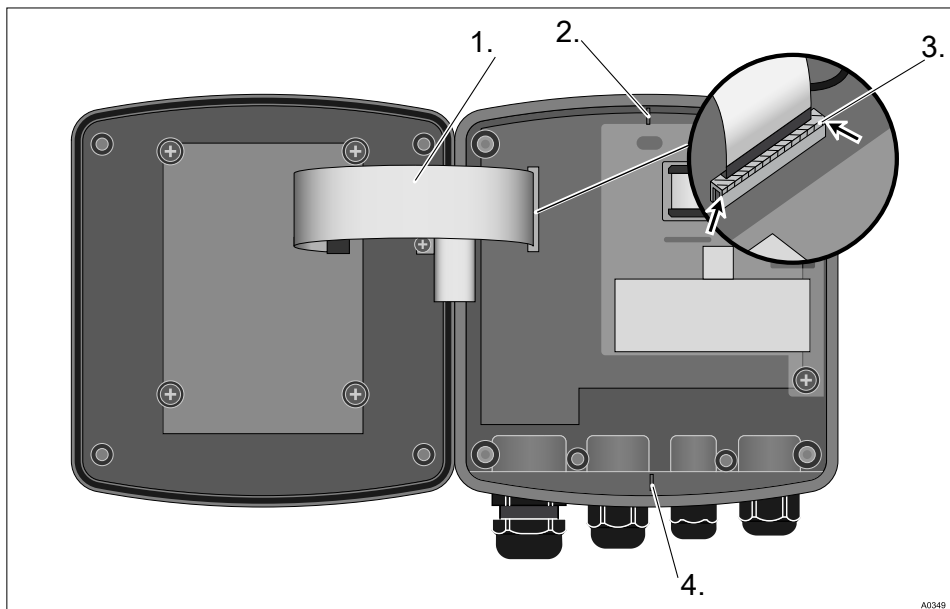

Fig. 7: Scollegamento del cavo piatto multipolare
L'attacco del cavo piatto multipolare è saldato alla scheda e non può essere smontato. Per scollegare il cavo piatto multipolare è necessario aprire il blocco (3) dell'attacco - vedere Fig. 7